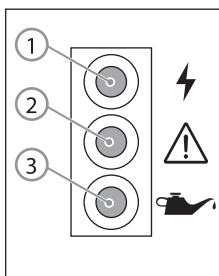

Рис. 14
Срабатывание индикатора низкого уровня масла 3 (рис. 14) означает, что уровень масла недостаточный. Необходимо немедленно прекратить попытки запуска двигателя и залить масло согласно соответствующему разделу данного руководства.
1. Убедитесь, что индикатор работы генератора 1 (рис. 14) на передней панели генератора светится зеленым светом.
3. При включении устройств с высоким пусковым током световой индикатор перегрузки 2 (рис. 14) может сначала загореться на несколько секунд, а затем погаснуть. Это не является неисправностью.